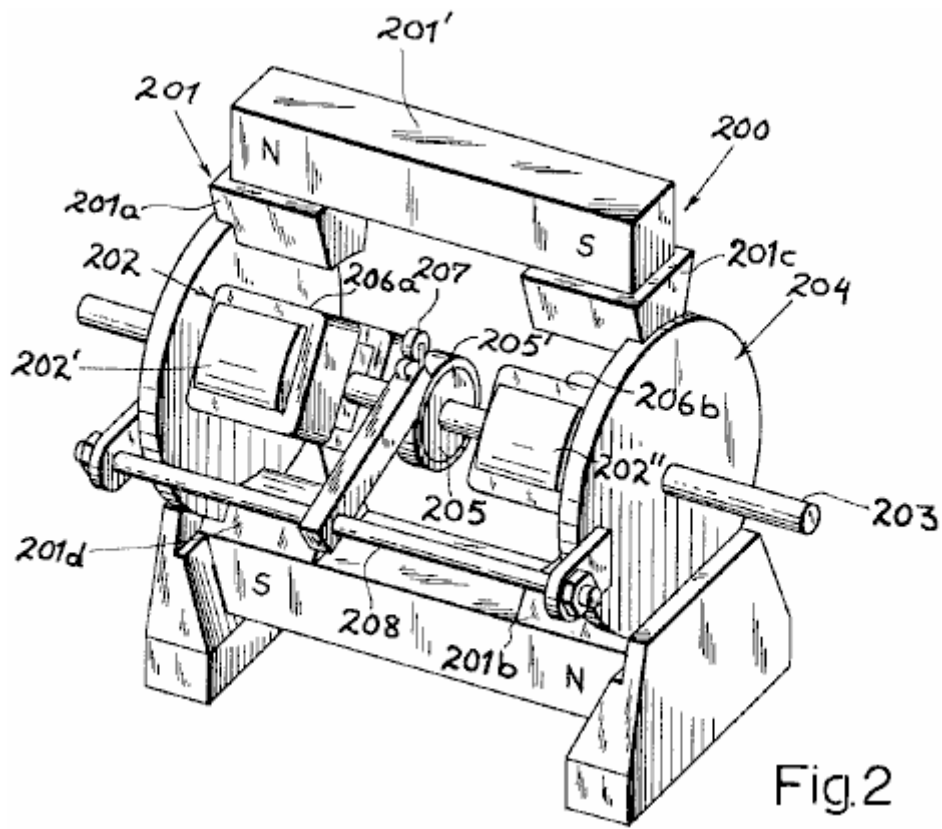

Fig. 2
**Fig.2 et Fig.3** sont la perspective envisage illustrer deux autres incarnations.